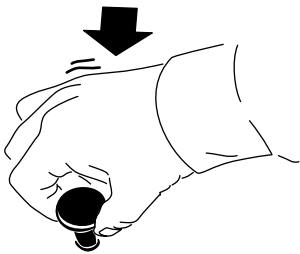

Figura 13
- Presione el mando hacia dentro (Figura 13) para desengranar la TDF o deshabilitar el apero.